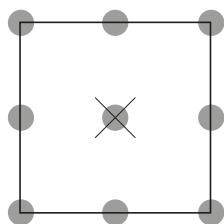

fig. 2
- Per i formati quadrati con lato maggiore di 60 cm, i supporti devono essere disposti negli angoli ed a metà di ciascun lato, (quindi 8 supporti/lastra) (fig.2)
- When working with square tiles whose side measures more than 60 cm, pedestals must be placed at the corners and the centre of each side, i.e., 8 pedestals per tile (fig.2)
- Pour les formats carrés dont le côté est supérieur à 60 cm, les plots doivent être disposés dans les coins et au milieu de chaque côté, (donc 8 plots/dalle) (fig. 2)
- Bei quadratischen Formaten mit Seitenlängen über 60 cm müssen die Stützen in den Ecken und in der Mitte jeder Seite angeordnet werden (also 8 Stützen/Platte) (Abb.2)
- Bei rechteckigen Formaten mit Seitenlängen über 60 cm müssen die Stützen in den Ecken und in der Mitte der zwei längeren Seiten angeordnet werden (also 6 Stützen/Platte) (Abb.2)